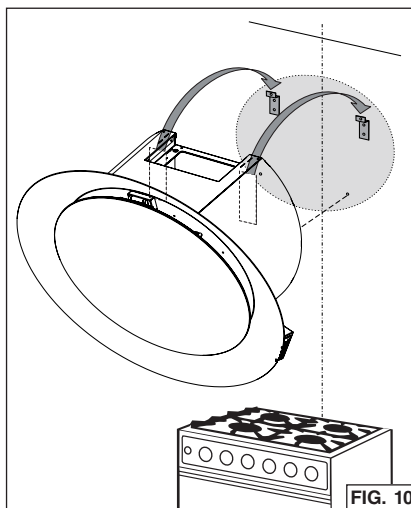

FIG. 10
4. Installez la hotte sur les deux (2) brides de montage au mur. Assurez-vous que la hotte est de niveau. Fig. 10.